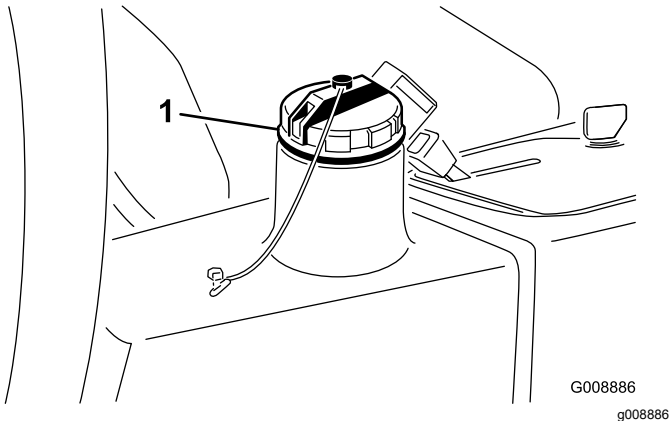

Figura 79
4. Encha o reservatório (Figura 79) com aproximadamente 13,2 litros de fluido hidráulico; consulte Verificação do sistema hidráulico (página 51).